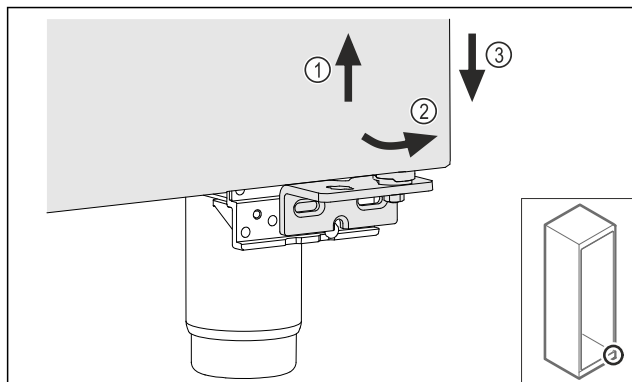

Fig. 27
- ▶ Lagano podignite vrata Fig. 27 (1), dolje ih nagnite prema naprijed Fig. 27 (2) i spustite Fig. 27 (3).